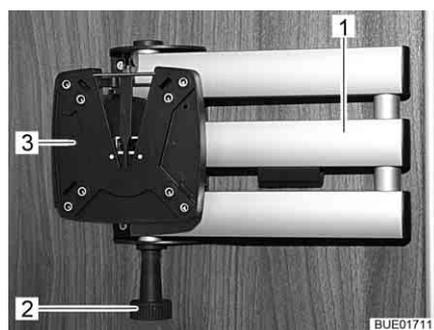

Fig. 61 Supporto con braccio snodato
- Tirare il bottone di sbloccaggio (Fig. 61,2). Il braccio snodato (Fig. 61,1) è sbloccato.
- Ruotare lo schermo piatto all'indietro nella sua posizione iniziale, finché il supporto (Fig. 61,3) si innesta nel bloccaggio producendo un suono.